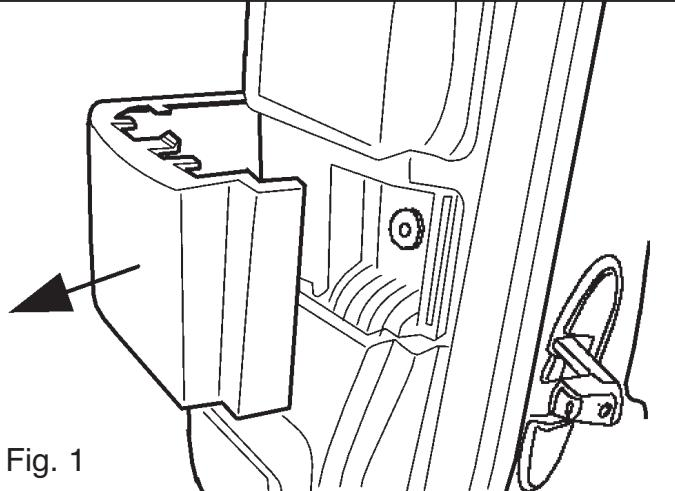

Fig. 1
1. Demontera kofångaren. Här till måste man först demontera täckkåporna under bakljusmodulerna (fig. 1). Obs!!! Se till att du inte kan skada kofångaren. Demontera kofångarens innanmäte av stål, detta förfaller. Om fordonet är försedd med PDC (Parc Distance Control) ska kabelhållaren vid punkterna A lösgöras ur kofångaren (se foto). Placerar två skruvar M6x20 i kofångaren, med ett inbördes avstånd på 545mm så att de korresponderar med hålen A i dragkroken. Sänk ned reservdäcket. Sänk avgasröret och demontera värmeskölden.
1. Afmonter kofangeren. For at kunne gøre dette bør afdækningskapperne under baglysenhederne afmonteres først (fig. 1). Bemærk!!! Der bør sørges for, at kofangeren ikke beskadiges under arbejdsgangen. Afmonter kofangerens indre del, der er af stål. Denne vil ikke længere blive brugt. Er køretøjet udstyret med PDC (Parc Distance Control), løsn da kabelholderen ved punkterne A fra kofangeren (jf. illustration). Monter to M6x20 bolte i kofangeren med en afstand på 545 mm mellem hinanden, således at disse korresponderer med hullerne A på anhængertrækket. Løsn reservehjulet. Lad udstødningsrøret synke og afmonter isoleringspladen.
1. Desmontar el parachoques. Para ello hay que desmontar primero las cubiertas debajo de las unidades de las luces traseras (fig. 1). ¡¡Atención!! Asegurarse de no dañar el parachoques. Desmontar el armazón interior de acero del parachoques, el que queda anulado. Si el vehículo está provisto de PDC (Parc Distance Control), soltar el soporte de cable del parachoques a la altura de los puntos A (véase la foto). Montar dos tornillos M6x20 en el parachoques a una distancia intermedia de 545mm, de forma que corresponden con los orificios A en el gancho de remolque. Bajar la rueda de repuesto. Bajar el tubo de escape y desmontar el escudo térmico.
1. Smontare il paraurti. A tal fine, è necessario smontare prima le calotte situate sotto i gruppi dei fanali posteriori (fig. 1). Attenzione!!! Assicurarsi che il paraurti non venga danneggiato. Estrarre l'anima dal paraurti,
1. Zdemontować zderzak, w tym celu należy w pierwszej kolejności zdjąć osłony pod tylnym zespołem oświetleniowym (rys.1). **Uwaga:** należy zwrócić uwagę aby w trakcie demontażu nie uszkodzić zderzaka. Zdemontować wewnętrzną metalową osłonę zderzaka, która nie będzie ponownie wykorzystywana. Jeżeli auto wyposażone jest w PDC, (kontroler dystansu parkowania.) należy rozłączyć mocowanie przewodów w punktach A zderzaka (patrz rys.). W zderzaku należy przykroić dwie śruby M6x20 w odległości 545 mm jedna od drugiej, w taki sposób aby korespondowały one z otworami A znajdującymi się na haku holowniczym. Opuścić w dół koł o zapasowe. Oraz opuścić wydech, zdemontować osłonę cieplną.